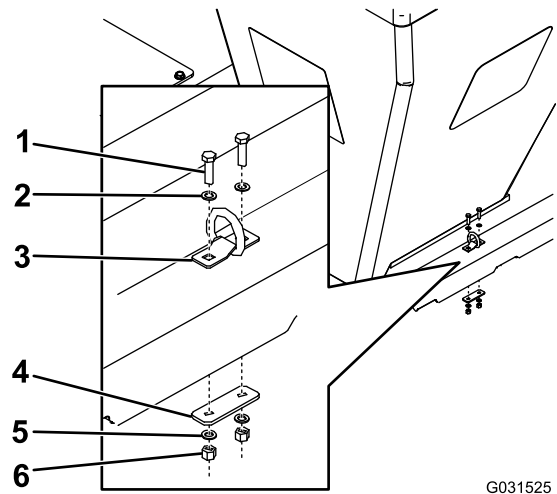

Bild 7
2. Montieren Sie die D-Ringe, wie in **Bild 7** abgebildet, und ziehen Sie die Schrauben auf 28 N·m an.